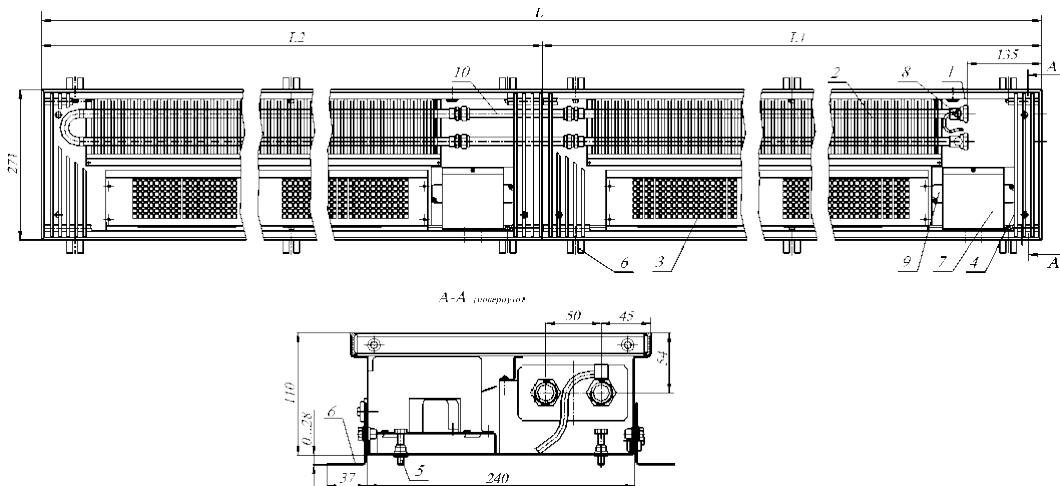

Рис.1 Конвектор КВК12 27.11.310...600-ВКТ-П
4.1. Каждая секция конвектора имеет (см. рис.1, 3):
4.2 Размеры изделий представлены на Рис.1, 2, 3, 4 и в таблице 1, 2.